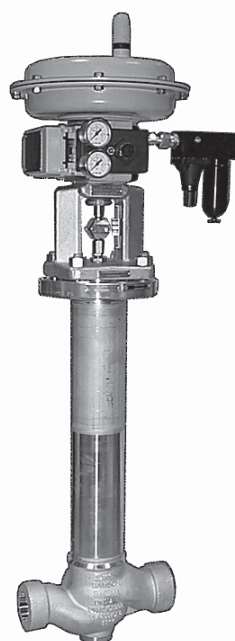

Fig. 1
- **Tipo 3248-7** (fig. 1 e 2) · con attuatore pneumatico Tipo 3277 per il montaggio di un posizionatore integrato da 240 ÷ 700 cm2 (vedere T 8310-1),2